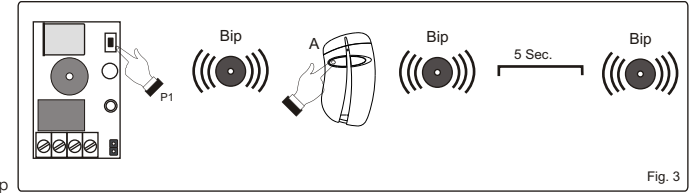

Fig. 3
- 3) A questo punto il ricevitore rimane in fase di programmazione, in attesa di altri trasmettitori da memorizzare : 5 sec. dopo l'ultimo trasmettitore, emette un bip e la procedura termina (fig. 3).
- 1) Keep P1 pressed down until the buzzer BUZ emits a short bip (Fig. 3);